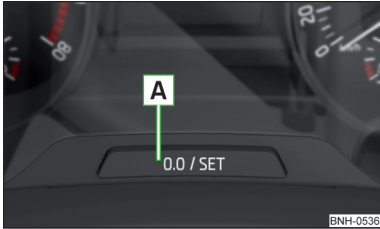

Fig. 32
- > Pulse la tecla **A** » fig. 32 y manténgala pulsada hasta que se muestre en la pantalla del punto del menú **Servicio**.